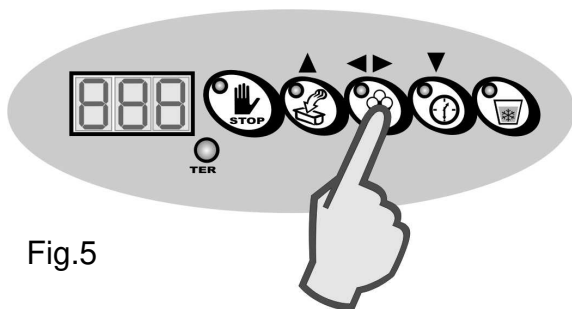

Fig.5
- Ensuite, appuyer la touche Confirmation pour mettre en marche le nouveau cycle de congélation.(Fig.. 5).